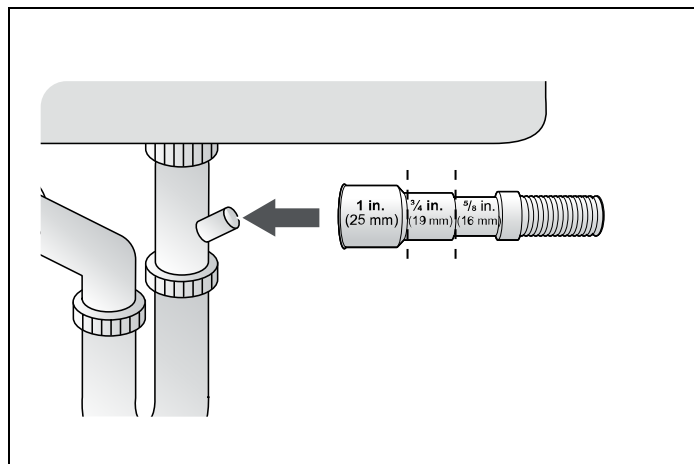

Fig. 16
- 3) Vérifiez la taille du raccord du tuyau de vidange de l'évier. Si nécessaire, coupez le tuyau de vidange de manière à ce que son extrémité s'adapte au connecteur de l'évier (5/8", 3/4" ou 1" - comme illustré dans la Fig. 16). Si l'extrémité du tuyau de vidange ne s'adapte pas au raccord du tuyau de vidange de l'évier, procurez-vous un adaptateur auprès d'un magasin de plomberie ou de quincaillerie.